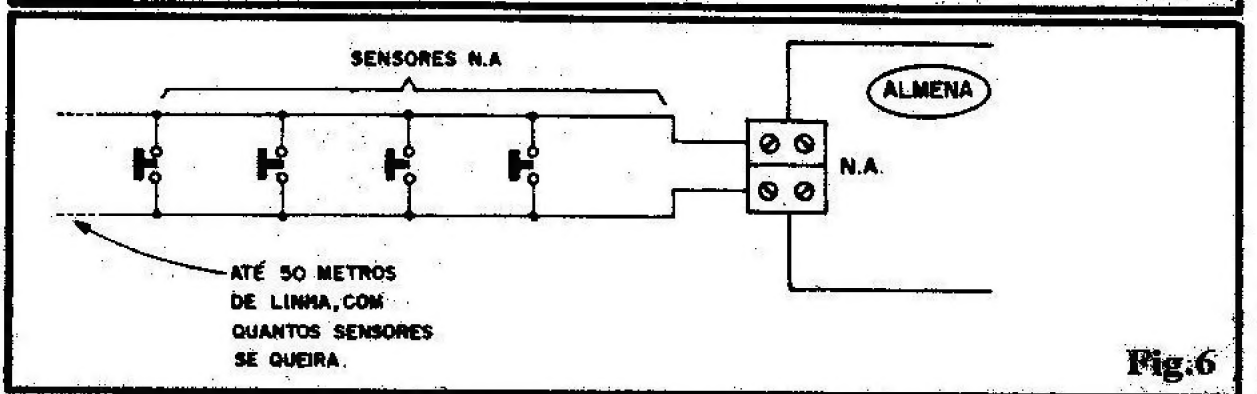

Fig.6
**- FIG. 6 - INSTALAÇÃO BÁSICA DO SISTEMA** - Parece-nos que já deve ter ficado claro ao Leitor/Hobbysta como se desenvolve a linha de sensores... Entretanto, para benefício dos novatos, o diagrama da figura mostra um esquema básico da "coisa"... Nada mais do que um cabinho para-